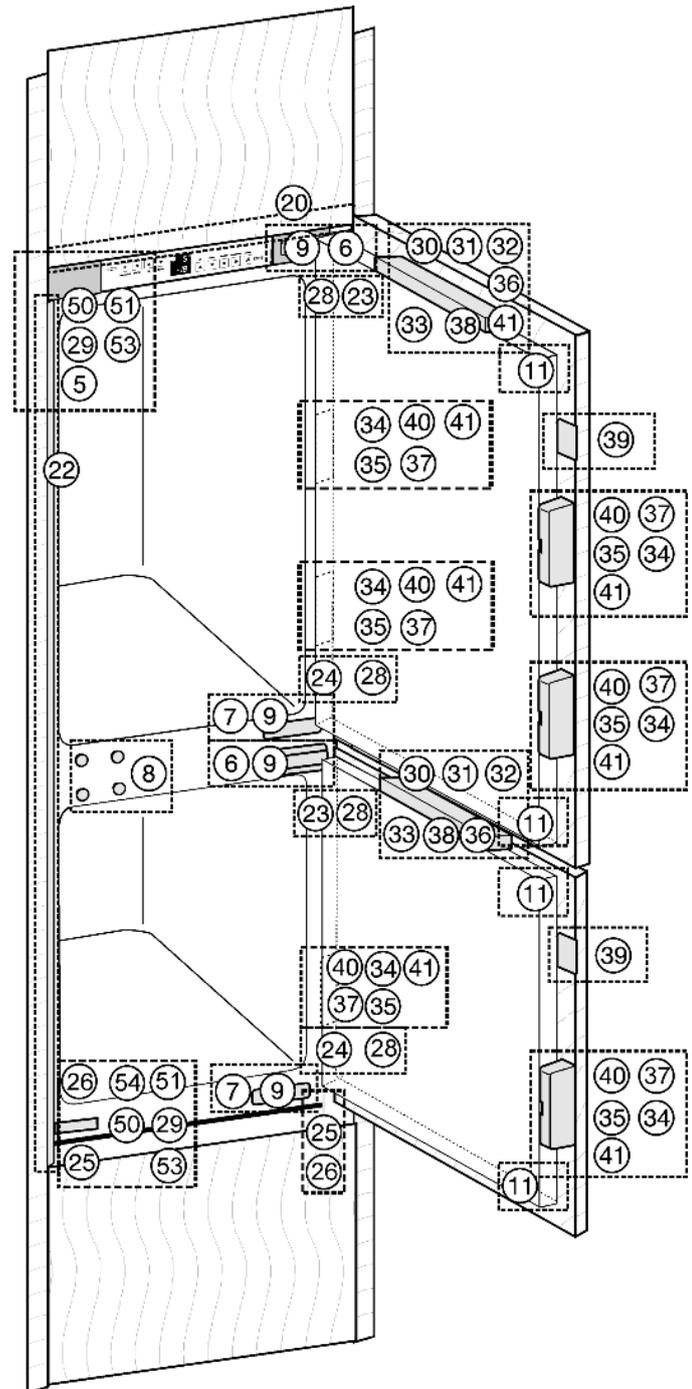
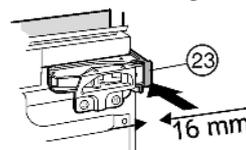
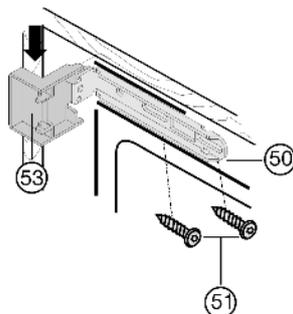
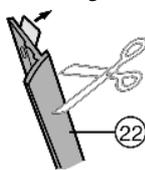

Fig. 8
Fig. 12
Fig. 13
Fig. 14
- ▶ Togliere le coperture Fig. 8 (5,6,7).
- ▶ Applicare a pressione il distanziatore Fig. 12 (23) sulla cerniera superiore e il distanziatore Fig. 8 (24) sulla cerniera inferiore.
- ▶ Inserire la copertura Fig. 13 (53) e la copertura Fig. 13 (50) in alto e in basso sulla squadretta di fissaggio.
- ▶ Fissare la squadretta di fissaggio Fig. 13 (50) in alto e in basso con viti Fig. 13 (51), in modo che la squadretta possa spostarsi ancora un po' a sinistra e a destra.
- ▶ Staccare la pellicola protettiva dal coprifuga Fig. 14 (22). Applicare il coprifuga Fig. 14 (22) lato maniglia e a filo con la sporgenza della copertura Fig. 13 (53) e incollarlo sulla parete dell'apparecchio.
- ▶ Accorciare se necessario il coprifuga Fig. 14 (22): il coprifuga Fig. 14 (22) deve terminare 3 mm sopra il bordo superiore della squadra di fissaggio inferiore Fig. 8 (50).
- ▶ Spingere l'apparecchio, finché le coperture Fig. 13 (53) non appoggino al fianco del mobile.
- ▶ tenere conto della quota della parte applicata (profondità degli elementi di battuta della porta): far sporgere le cerniere e le coperture Fig. 13 (53) della quota della parte applicata.
- ▶ Livellare l'apparecchio agendo sui piedini di regolazione Fig. 8 (25) servendosi della chiave fissa Fig. 8 (26) fornita in dotazione.